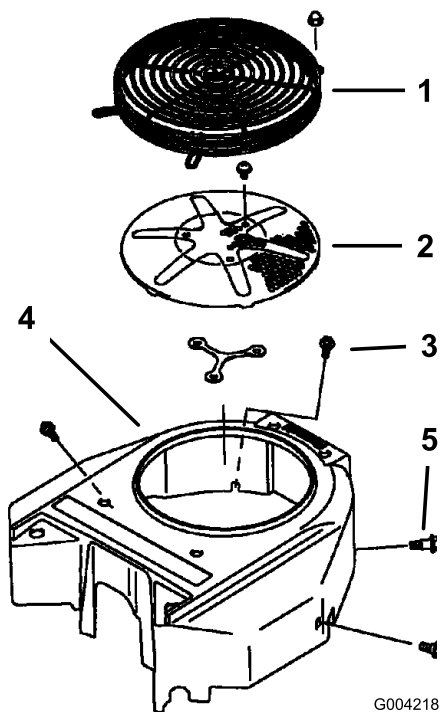

Figura 78
3. Retire la rejilla de entrada de aire, el arrancador de retroceso y la carcasa del ventilador (Figura 78).
5. Instale la rejilla de entrada de aire, el arrancador de retroceso y la carcasa del ventilador (Figura 78).